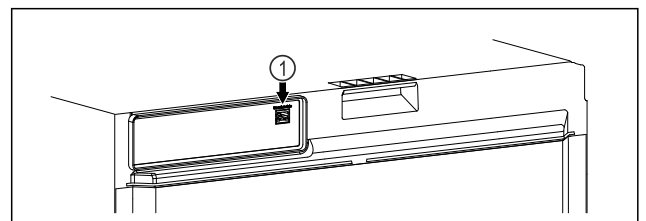

Fig. 100
- SmartModule Fig. 100 (1) este instalat.